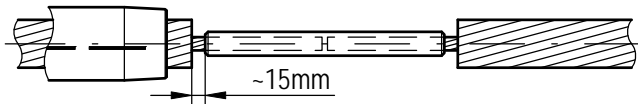

FIG 2
- 4) Shove the steel-sleeve onto the steel core, unwrap the PVC tape. Insert the steel core into the sleeve until it stops. When assembled correctly, the distance between steel sleeve and aluminium shell of conductor is 15mm (FIG. 2).
- 4) Stahlhülle auf Stahlseele schieben, dabei Wickelband entfernen. Die Stahlseele muss bis zum Anschlag in die Bohrung eingeführt werden. Bei richtiger Montage soll der Abstand zwischen Stahlhülle und Al-Mantel 15mm betragen (siehe FIG. 2).